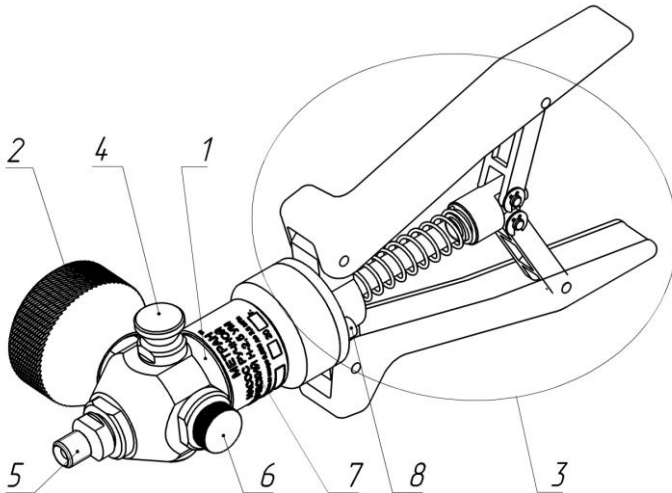
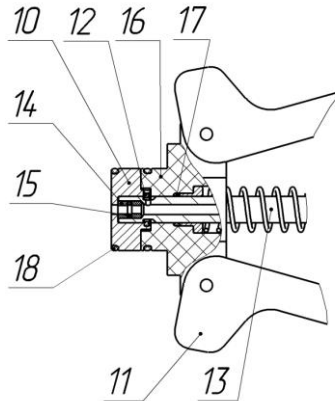

Рисунок 1 – Насос Н-2,5УМ
Рисунок 3 – Узел рычажный
На прикрепленной к насосу табличке (поз. 7, рис. 1) нанесены следующие надписи:
2.2.1 Насос располагают в любом удобном для работы положении. Возможен разворот узла рычажного (поз.3, рис.1) насоса на 90° относительно корпуса насоса (поз.1). Для этого необходимо выкрутить винты (поз.8), развернуть узел рычажный на 90° и вкрутить винты в другие резьбовые отверстия в корпусе.
При использовании насоса в качестве источника создания давления совместно с калибратором давления (модель Н-2,5УМ) следует выкрутить пробку (поз. 6, рис. 1) и подсоединить модуль давления калибратора, а к выходному штуцеру (поз. 5) подсоединить поверяемый прибор, используя пневмошланг и переходные штуцеры (входят в комплект поставки).
При использовании насоса в качестве сравнительной помпы (модель Н-2,5УМС) следует выкрутить пробку (поз.6, рис. 1) и подсоединить эталонный прибор, используя переходной штуцер 1551.000.51, пневмошланг и стойку (входят в комплект поставки), а к выходному штуцеру (поз.5) подсоединить поверяемый прибор, используя пневмошланг, стойку и, при необходимости, переходной штуцер 1552.000.91 (входят в комплект поставки).
Давление в системе создается с использованием узла рычажного насоса (поз. 3, рис. 1) и клапана точной настройки и сброса давления (поз. 2, рис. 1). Переключение режимов: создание избыточного давления / создание разрежения выполняется с использованием узла переключения режимов работы насоса (поз. 4, рис. 1).
- перевести насос в режим создания избыточного давления, надавив ручку узла переключения режимов работы насоса (поз.4, рис.1) до упора;
- максимально выкрутить ручку клапана точной настройки и сброса давления (поз. 2, рис. 1), а затем закрутить ее обратно ориентировочно на 4 полных оборота;
- с помощью узла рычажного (поз.3, рис. 1) создать предварительное давление, близкое к требуемому значению;
- вращением ручки клапана (поз.2, рис. 1) установить требуемое значение выходного давления.
Снижение давления осуществляется с помощью клапана (поз.2, рис. 1).
После завершения работы с насосом необходимо сбросить давление в системе до атмосферного, выкрутив ручку клапана (поз.2, рис. 1) против часовой стрелки до упора.
Для создания разрежения необходимо перевести насос в режим создания разрежения, вытащив до упора ручку узла переключения режимов работы насоса (поз.4, рис. 1).
- выкрутить винты (поз.8, рис. 1) и вынуть поршень (поз.10, рис.3) рычажного узла из корпуса насоса (поз.1, рис.1);
- заменить уплотнительное кольцо (поз 18, рис. 3) поршня (поз.10) на кольцо из комплекта ЗИП;